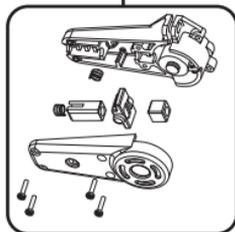

Abb.14
- Nehmen Sie die obere Abdeckung ab und achten Sie darauf, dass keine Teile herausfallen (wie in Abb. 14 gezeigt)